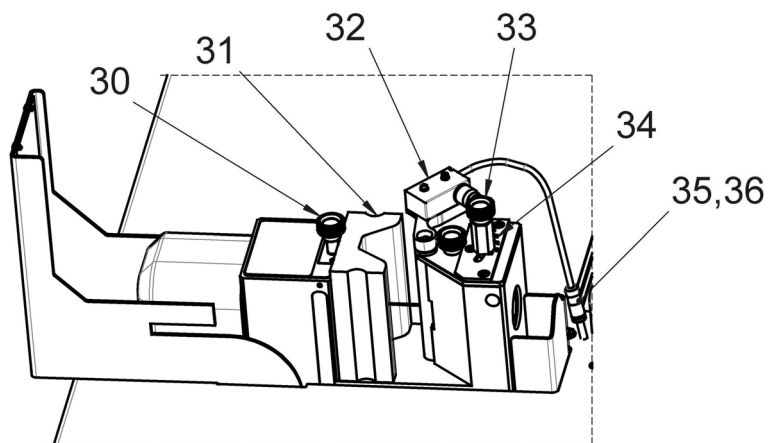

Fig. 5 : cintrage des barres de courant
Le cintrage des barres en cuivre ou en aluminium est effectué avec une matrice de cintrage (fig. 5, 31) qui cintré la pièce à l'aide des deux pattes autour d'un poinçon de cintrage.
- Insérer la matrice de cintrage (fig. 5, 31) dans le logement d'outil du piston de force et la bloquer à l'aide de la vis de blocage (fig. 5, 30).
- Insérer la lecture d'angle électronique (fig. 5, 32) dans l'arrondi semi ouvert du bâti.
- Insérer la fiche (fig. 5, 35) du câble de connexion dans la prise (fig. 5, 36) derrière le bloc de travail.
- Régler l'angle de cintrage souhaité via la vis de réglage (fig. 5, 33) à l'aide de l'échelle angulaire (fig. 5, 34).